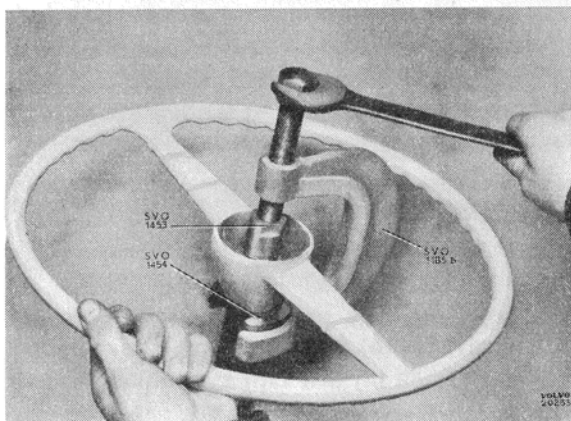
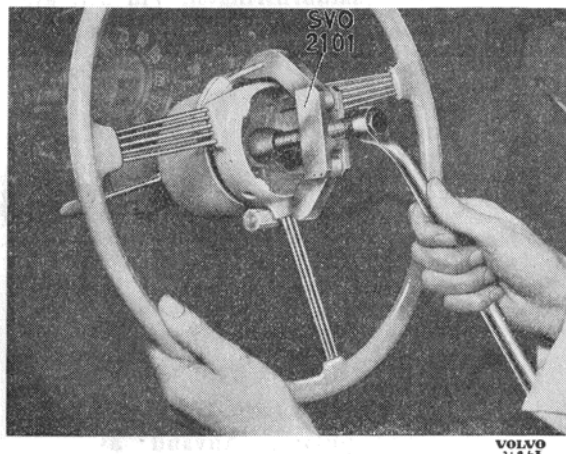

Bild 21. Demontering av ratt (tidigare utförande).
Bild 22. Demontering av ratt (senare utförande).
4. Drag av ratten. Använd härvid avdragare SVO 1185 B samt mellandel SVO 1453 och spännklo SVO 1454. Se bild 21.
nat fall skadas de inre delarna. Använd SVO 2101. Se bild 22.
4. Drag ut signalhornsledningen med bussning, fjäder och kåpa. Lossa muttern för ratten (på sen. utf. lossa dessförinnan låsbrickan). Drag av ratten med avdragare SVO 1185 B samt mellandel SVO 1453 och spännklo SVO 1454 (bild 21) för utf. utan hus för körvisaromkopplare. Använd avdragare SVO 2101 (bild 22) för utf. med hus för körvisaromkopplare. Lossa skruven och tag bort huset för körvisaromkopplaren där sådant finnes.